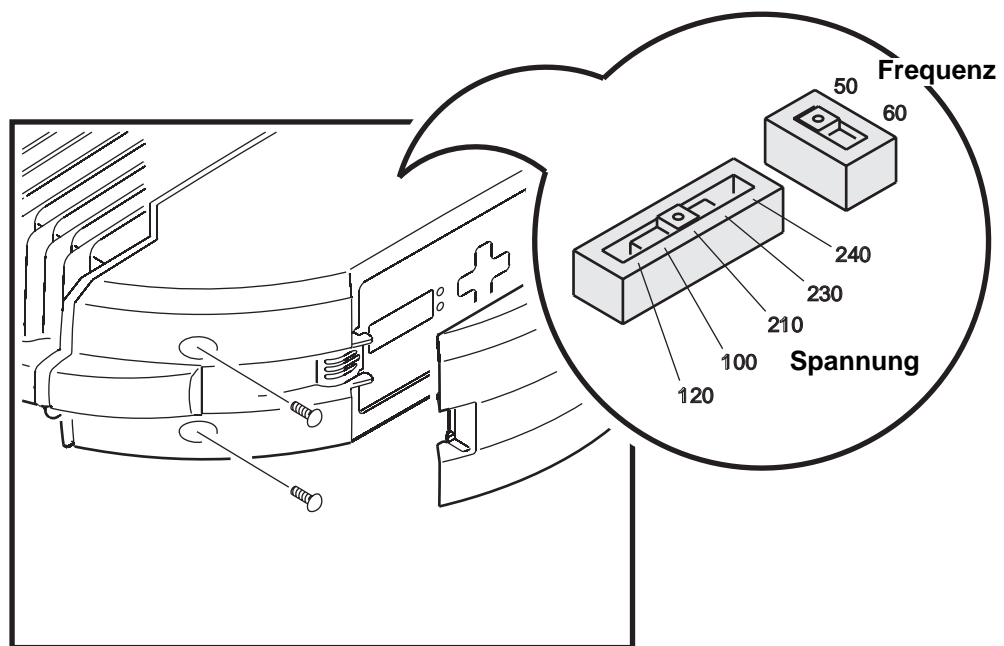

Bild 2: Spannungs- und Frequenzwahlschalter
2. Siehe Bild 2. Lösen Sie die 4 Kreuzschlitzschrauben an der Display-Seite der Basisabdeckung und nehmen Sie die Abdeckung ab.